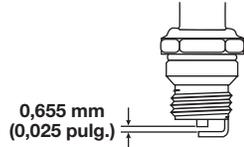

Fig. 48
4. Cambie las bujías que estén rajadas, sucias o deterioradas. Fije la separación de aire a 0,635 mm (0,025 pulgadas) utilizando un calibrador (Fig. 48).